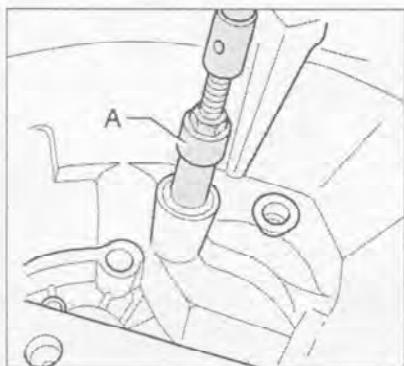

Рис. 7.68. Извлечение втулки шарикоподшипника поводка вилки включения 3-й/4-й передач.
2. Извлечение шарикоподшипника проводится с помощью съемника Kukko 21/4 с приспособлением MP 3-419 (A) (рис. 7.68).